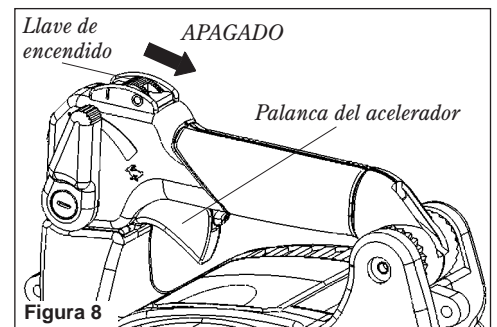

Figura 8
- Deslice el interruptor de encendido hacia el trasero a "O" (LEJOS). Vea la Figura 8.